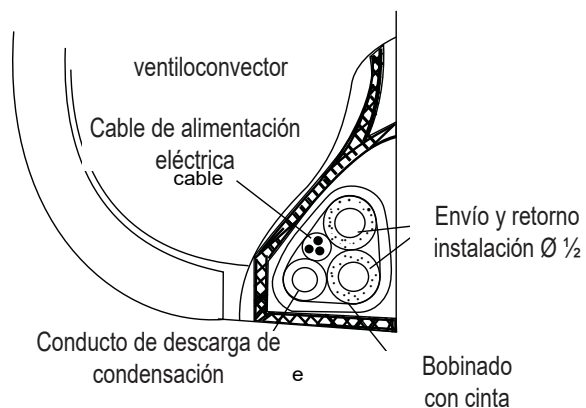

fig. 12 - Vista lateral ventiloconvector/conexiones
- Envuelva firmemente el cable de alimentación eléctrica, el tubo de descarga de condensado y las conexiones hidráulicas con cinta adhesiva, de manera uniforme, como se muestra en "fig. 12 - Vista lateral ventiloconvector/conexiones".